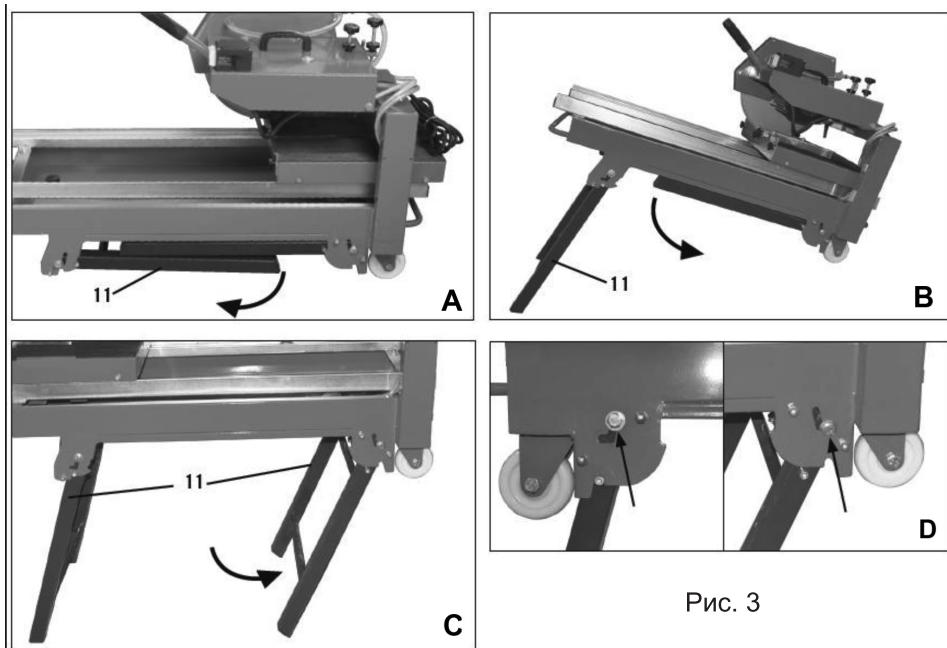

Рис. 3
2. Разложите складные ножки станка (рис. 3 (A,B, C)) и зафиксируйте их винтами (рис. 3D).